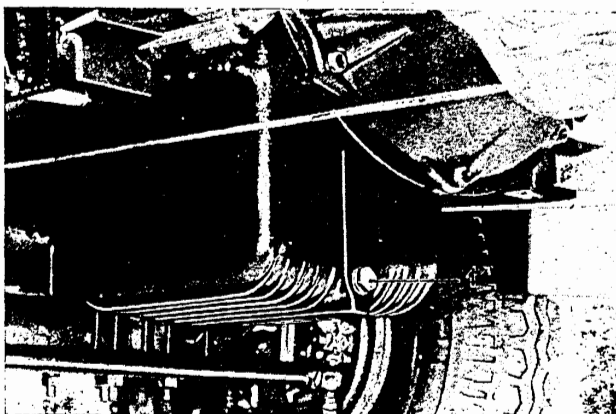

Bild P 3
- Das Öl wird bei betriebswarmen Motor durch die Ablassschraube (Bild P 3/1) an der Ölwanne abgelassen. Dabei wird der Verschlußdeckel der Zylinderkopfhaube geöffnet. Motor nicht spülen!